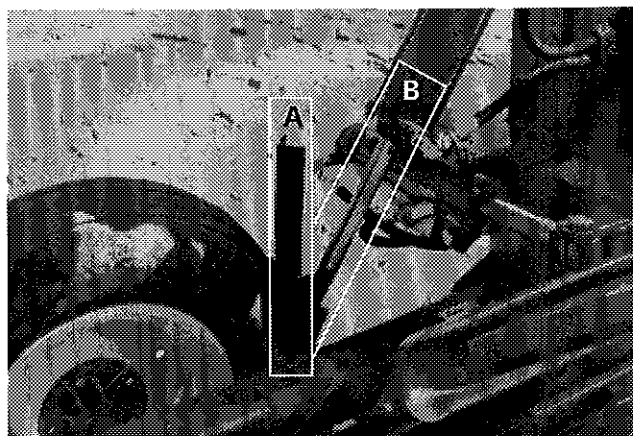

Figure 2
- 1) Toujours mettre en place les deux supports (A fig. 2) de sécurité fournis pour les cylindres des roues arrière (B fig. 2).